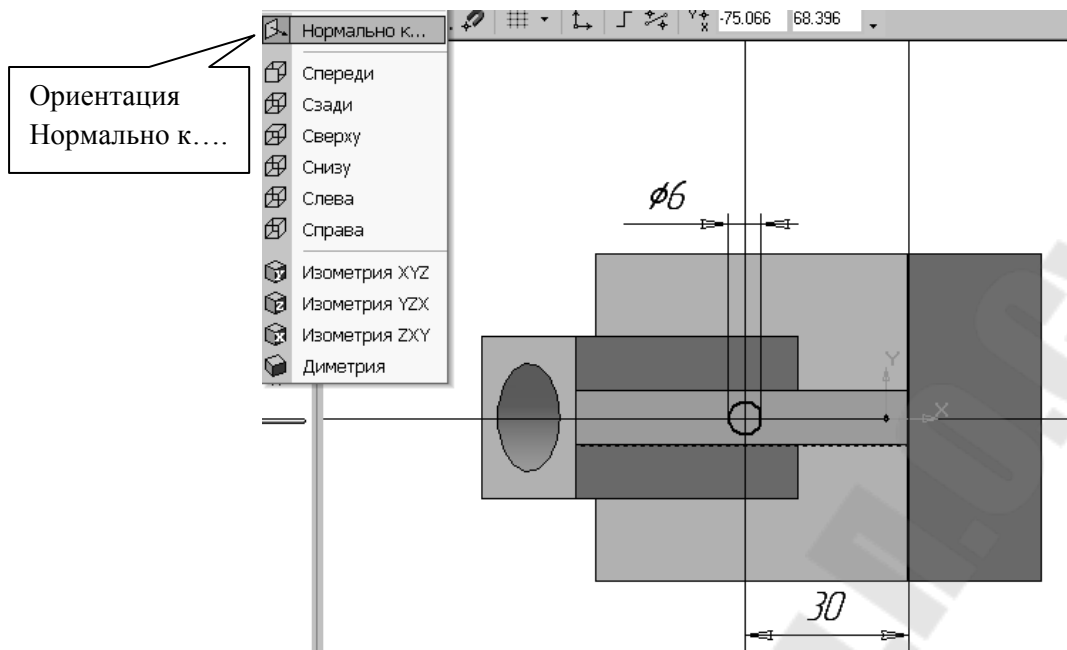

Рис. 88
7. Для поочередного вырезания выдавливанием на глубину 15 мм двух отверстий, расположенных на ребрах жесткости, построим эскизы – окружности радиусом $R3$. Указав наклонную плоскость, на которой будет вычерчиваться эскиз, выберем ориентацию – **Нормально к ...** (рис. 88).